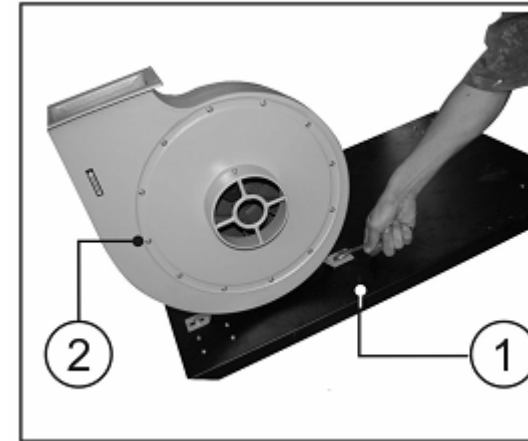

Рис.3.
- Прикрепив основание пылесоса болтами к двигателю, закрепите болтами на основании (1) корпус вентилятора с двигателем и магнитным пускателем (2), Рис.3.